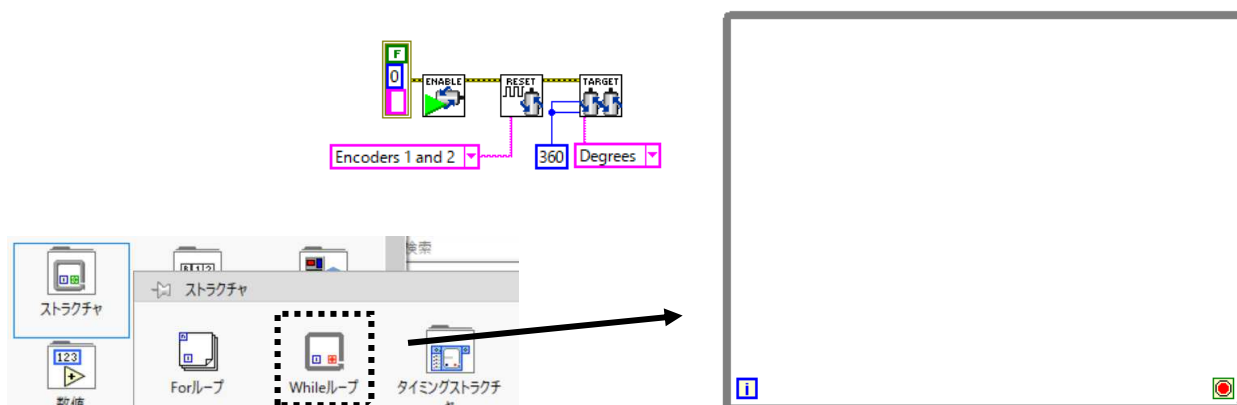

図 12 While ループ
- (10) ブロックダイアグラム上で右クリックして「ストラクチャ」→「While ループ」を選択し、図 12 のように追加する。